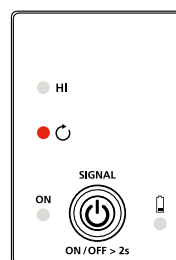

Fig. 4.12b: Sender-indikator viser signal i LOOP-tilstand
2. Tryk kortvarigt på TÆND/SLUK for at vælge Loop-funktion på senderen (LOOP rød LED vil lyse). Klemmefunktionen danner et forstærket 6 kHz signal, som giver særdeles gode sporeresultater. Senderens skærm bør se ud som i fig. 4.12b.